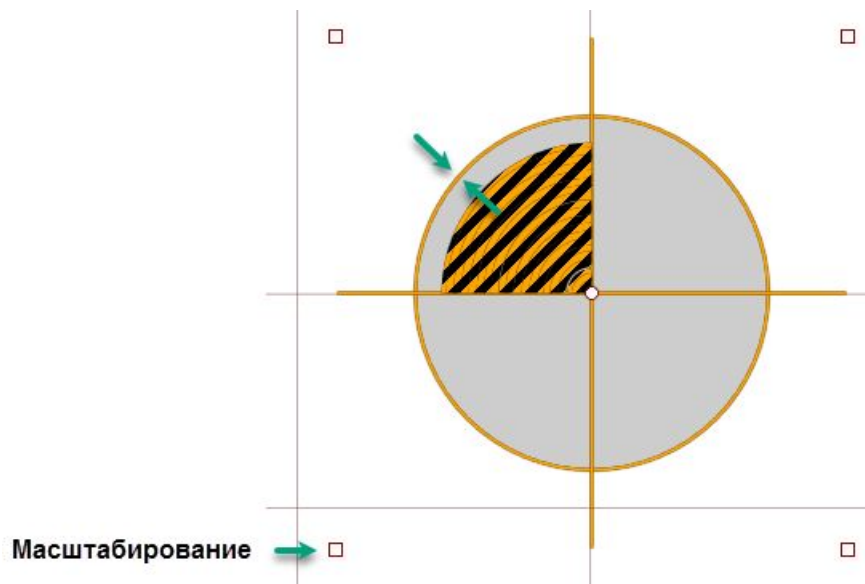

Рис. 40 Масштабирование. Совмещение отверстия с символом отверстия
4. Выполнить масштабирование символа с отверстием, совместив круг символа с границей круга отверстия, Рис. 40.